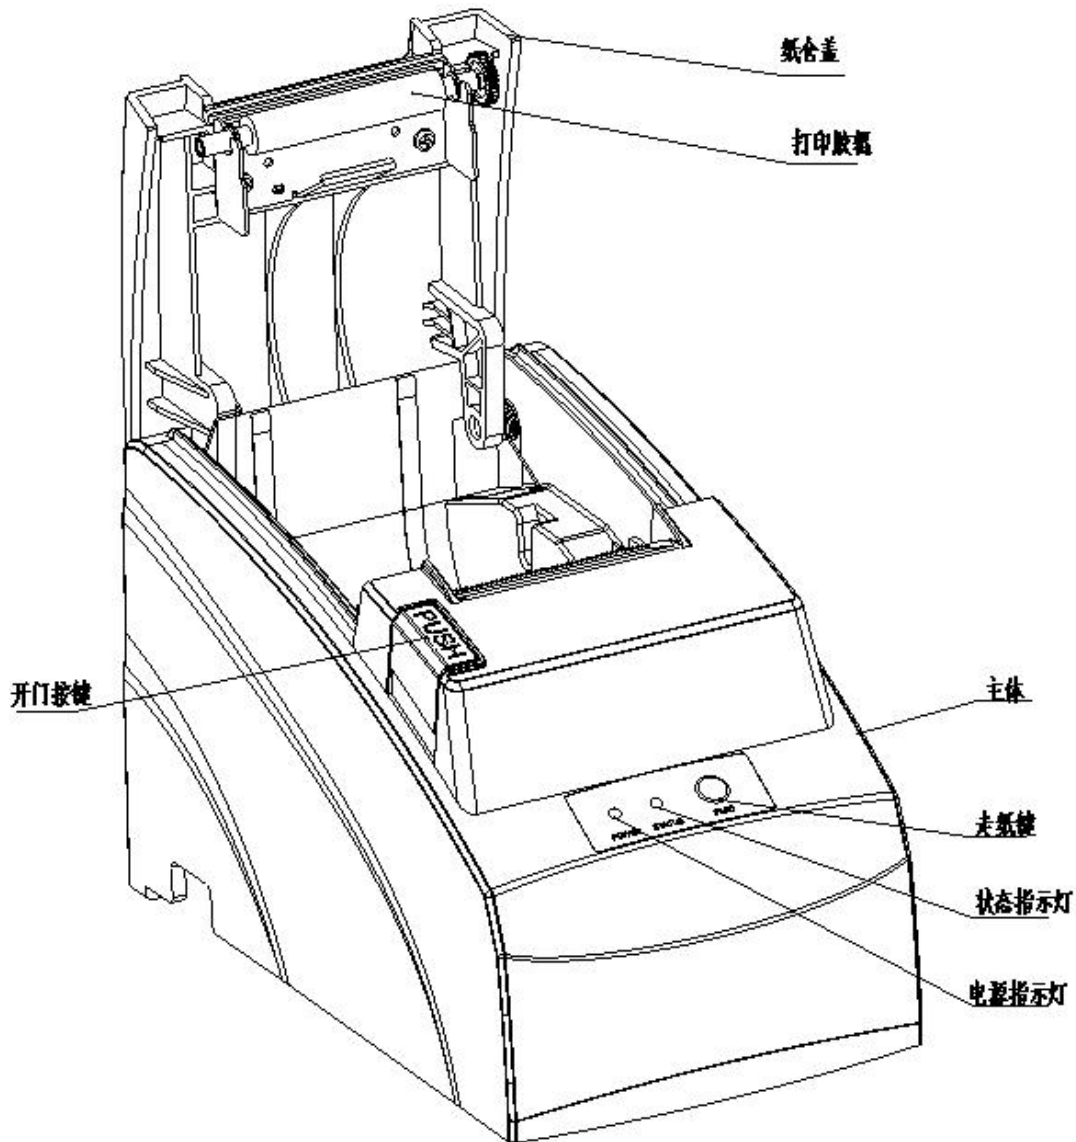
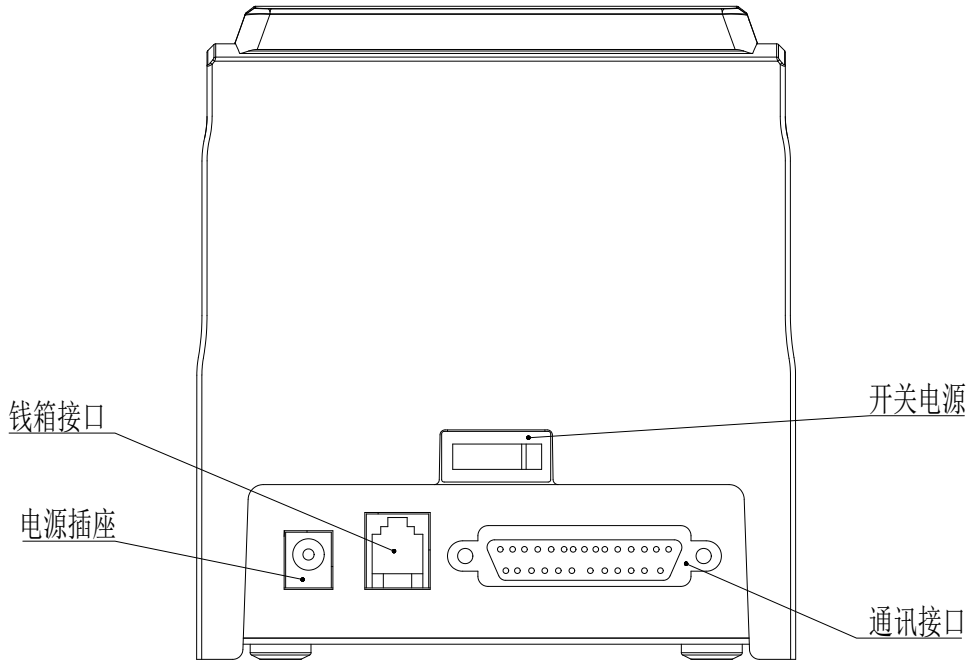

图 2-1 打印机外型
图 2-2 打印机外型（后视图）
打印机外型 如图 2-1，图 2-2
- 1.当机头内无纸时，请不要按【FEED】键，以免影响打印头寿命。如图 2-1，按动开门按钮，即可开门换纸。